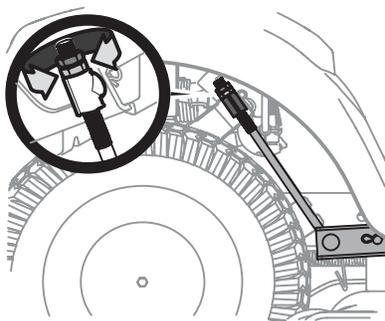

Figure 20
3. Une tige de réglage se trouve sous chaque aile arrière, près des roues. Voir Figure 20.